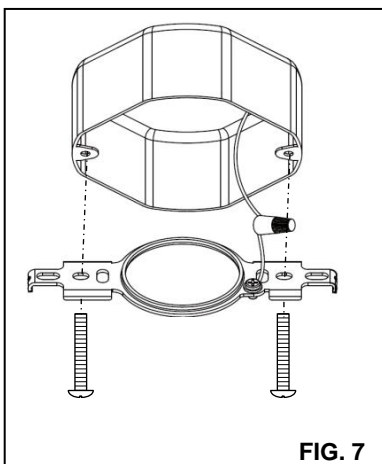

FIG. 7
1. Connectez le fil de terre de support de montage au fil de terre existant dans la boîte de jonction. Fixer le support de montage sur boîte de jonction. (FIG. 7)